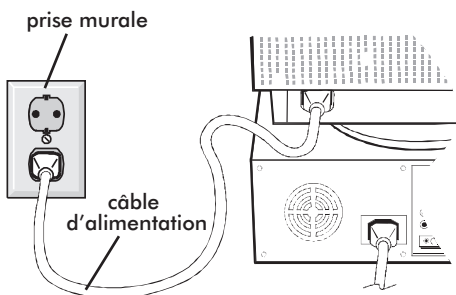

Figure C.1
4. Connectez le câble d'alimentation secteur à la prise murale et au moniteur MultiSync FE700 (Figure C.1).